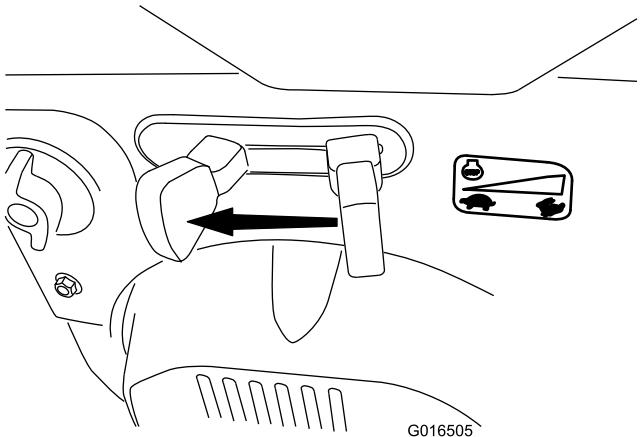

Bild 30
1. Schieben Sie die Gasbedienung in die LANGSAM-Stellung und dann in die STOPP-Stellung (Bild 30). Sie können auch den Zündschlüssel nach außen in die mittlere Stellung ziehen, um den Motor abzustellen.